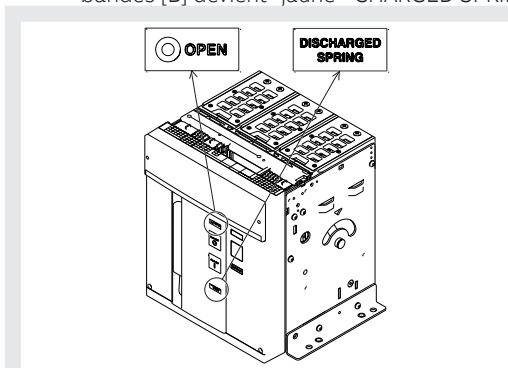

Figure 25
1. Contrôler que le disjoncteur soit ouvert (indicateur ouvert/fermé "O - OPEN"), et contrôler que les ressorts sont débandés (indicateur ressorts "blanc - DISCHARGED SPRING") comme indiqué dans la Figure 25.